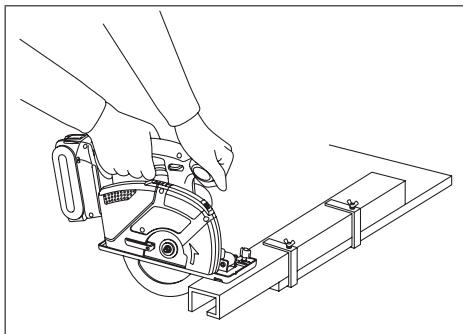
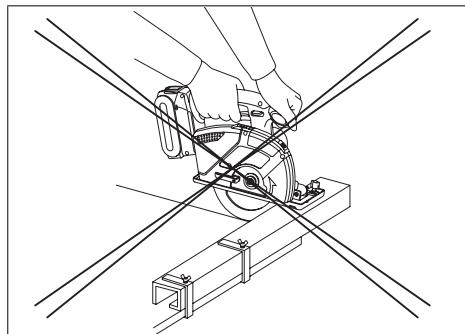

Рис. 17
Рис. 18
1. Помещайте более широкую часть основания на части обрабатываемого изделия, котороеочно закреплено (См. Рис.17), и никогда не помещайте на ту часть, которая отпадет, когда разрез будет сделан. (См. Рис.18)